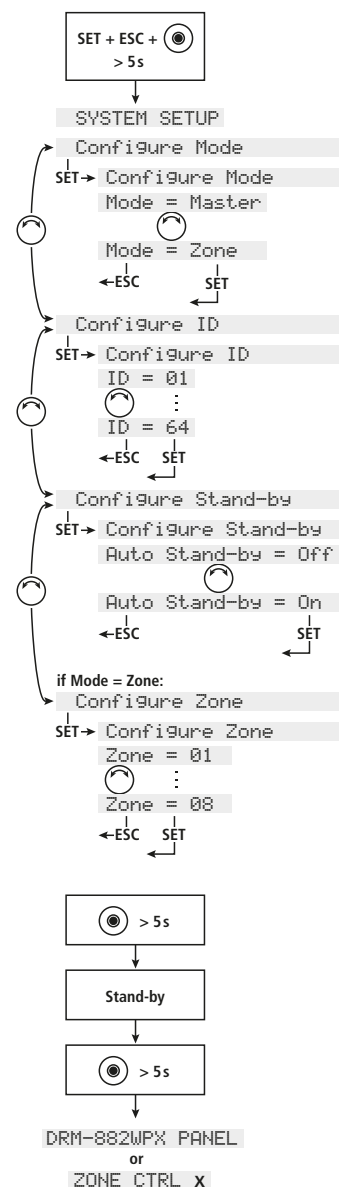

Abb. 8 DRM-882WPX System-Menü
- 1) Die Tasten SET (24), ESC (25) und den Drehknopf (23) für ca. 5s gedrückt halten. Das Menü SYSTEM SETUP wird angezeigt.
- 2) Gemäß der abgebildeten Menüstruktur (Abb. 8) die gewünschten Einstellungen durchführen.